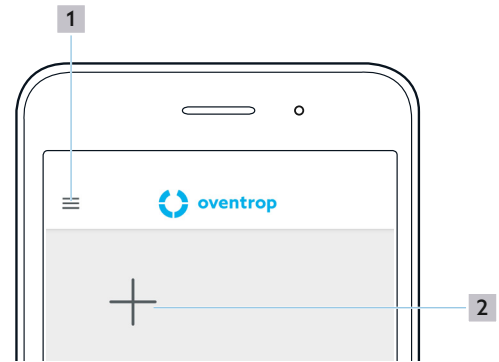

Рис. 11: Стартовый экран приложения ClimaCon F
- ▶ После удаления комнатного термостата приложение переключается на начальный экран (рис. 11 на стр. 16).